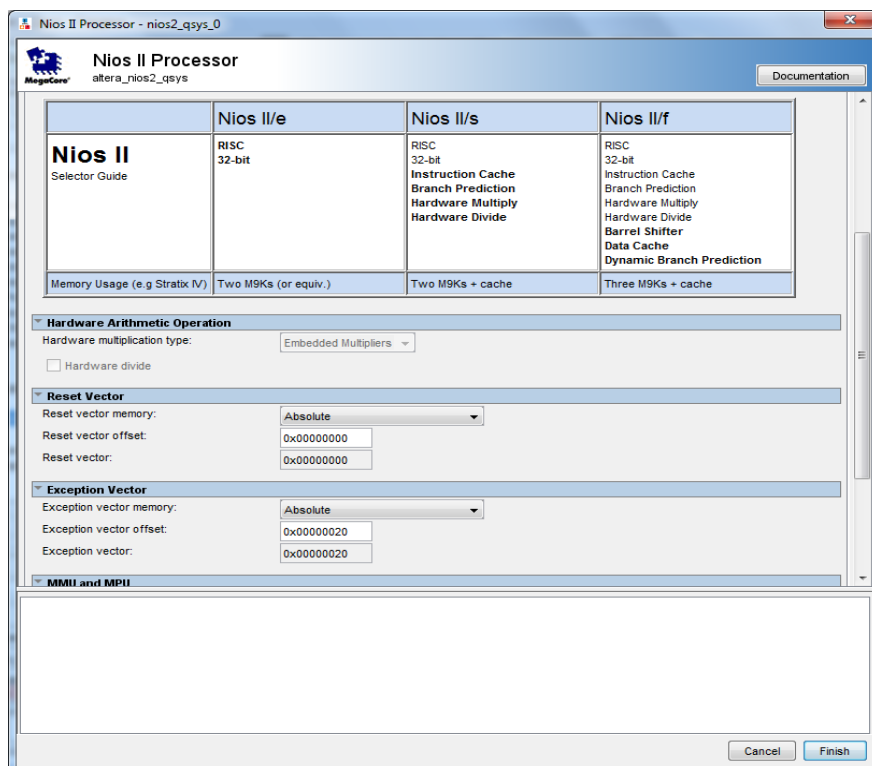

Рисунок 5 - Настройка параметров компонента Nios
- 2.6 В открывшемся диалоге настройки компонента выбрать тип ядра: Nios II/e (см. рисунок 5).